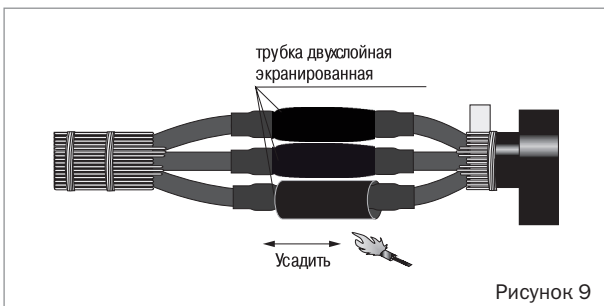

Рисунок 9
- Надвинуть на гильзу трекинговую трубку (красного цвета) для изолирования гильзы. Установить её по центру гильзы и усадить, начиная с середины и далее в направлении торцов. После усадки трубки по торцам должен быть виден выступивший расплавленный клей (рисунок 9).
- Обезжирить жилы кабеля на расстоянии 100 мм от места отгиба проволоки экрана и подмотать 2–3 витка ленты герметика с обоих концов кабеля (рисунок 9).
- Надвинуть на усаженные трекингостойкие трубки изоляции гильзы вторые термоусаживаемые трубки (черно-красного цвета), установить их по центру гильз и усадить, начиная с середины и далее в направлении торцов. После усадки трубок по торцам должен быть виден выступивший расплавленный клей (рисунок 9).